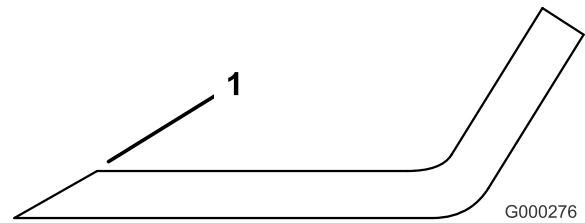

Figura 93
1. Utilice una lima para afilar el filo de corte en ambos extremos de la cuchilla (Figura 93). Mantenga el ángulo original. La cuchilla permanece equilibrada si se retira la misma cantidad de material de ambos bordes de corte.